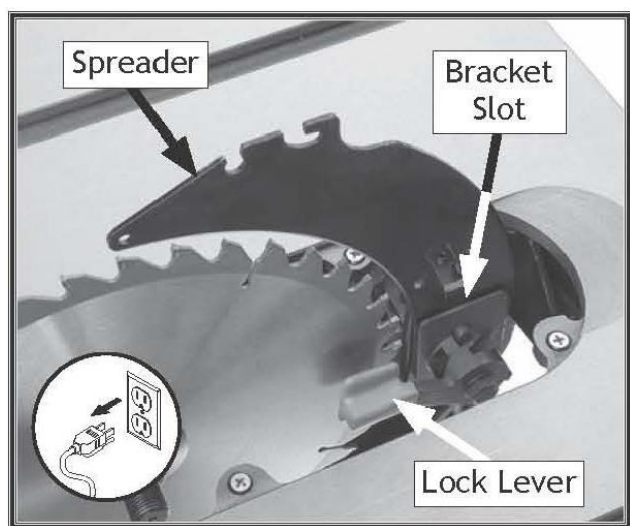

Рисунок 47. Фиксирующий рычаг, используемый для крепления расклинивающий нож.
4. Вставьте расклинивающий нож нижней частью в кронштейн и закрепите его (см. рисунок 47).